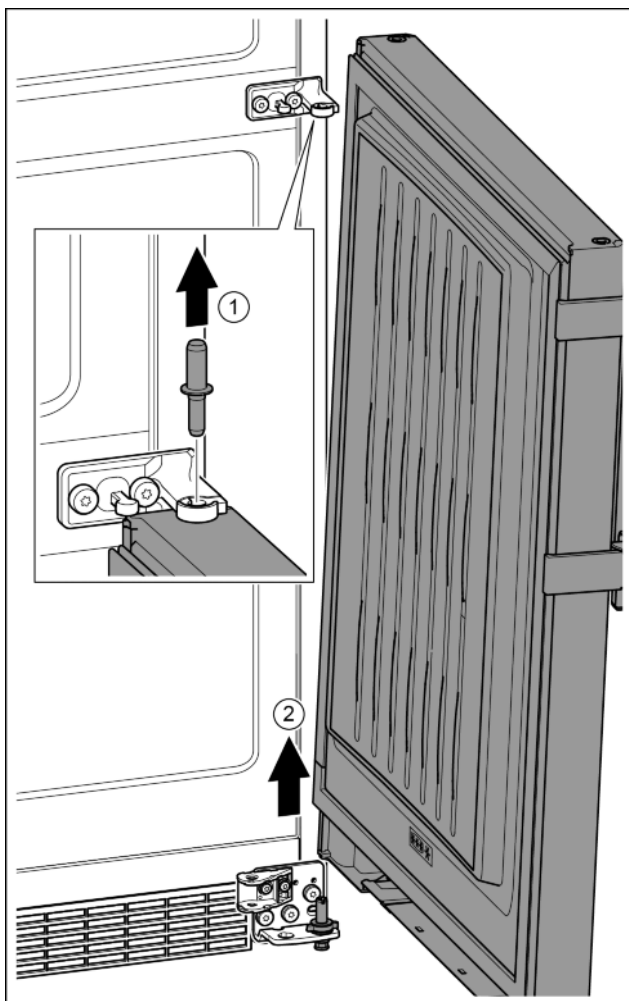

Fig. 24
- ▶ Bouten vanaf de bovenkant eruit trekken. Fig. 24 (1)
- ▶ Deur naar buiten draaien, naar boven trekken en aan de zijkant stellen. Fig. 24 (2)